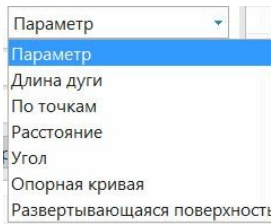

Рис.72
- Правда, предлагается несколько способов построения (рис.72). Все они различаются тем, как часто следует располагать «продольные» прямые вдоль граничных кривых. Чаще всего мы выбираем опцию «**Параметр**».